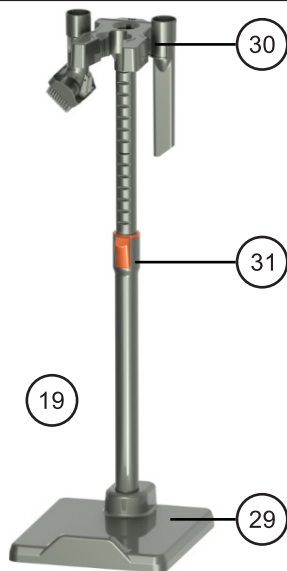

Рисунок 2
– Соберите стойку **(19)**, как указано далее **(рис. 2)**: